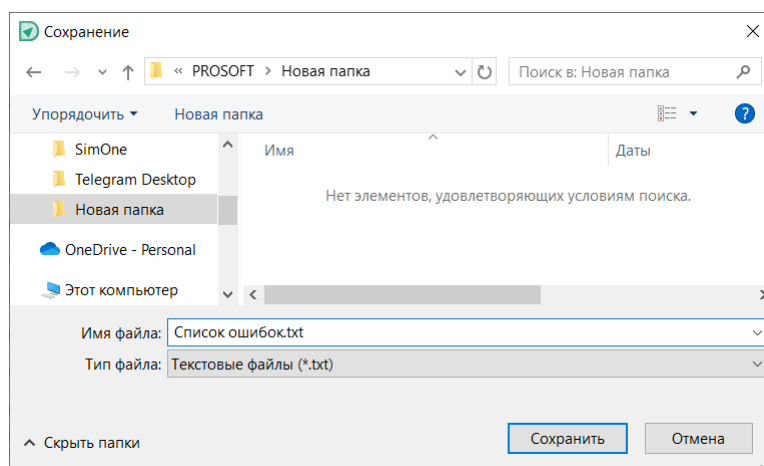

Рис. 529 Сохранение экспортируемого списка нарушений
2. В открывшемся окне проводника укажите место для сохранения файла и его имя, нажмите кнопку «Сохранить», см. Рис. 529.